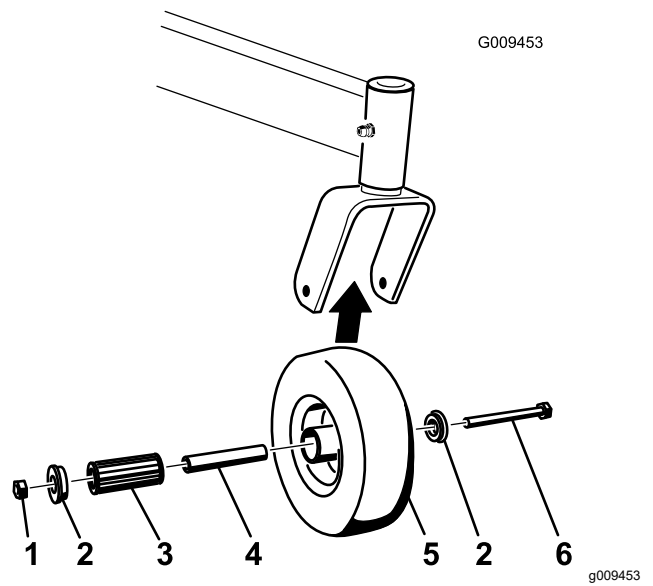

Figure 60
1. Enlevez le contre-écrou et le boulon de fixation de la roue pivotante à la chape (Figure 60).
2. Enlevez une bague, puis sortez la douille pour clé et le roulement à rouleaux du moyeu de roue (Figure 60).
3. Enlevez l'autre bague du moyeu, puis nettoyez la graisse et les saletés éventuellement présentes dans le moyeu (Figure 60).
Remarque: Remplacez les pièces endommagées ou usées (Figure 60).
5. Placez une bague dans le moyeu de roue (Figure 60).
6. Lubrifiez le roulement à rouleaux et la douille pour clé, et insérez-les dans le moyeu (Figure 60).
7. Mettez la deuxième bague dans le moyeu (Figure 60).
8. Montez la roue pivotante dans la fourche à l'aide du boulon et du contre-écrou (Figure 60).
9. Serrez le contre-écrou jusqu'à ce que la base de la douille pour clé soit en appui contre l'intérieur de la fourche (Figure 60).